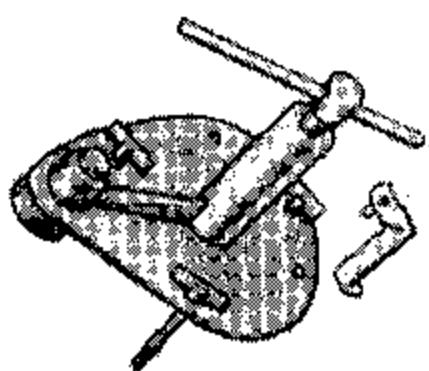

Рис. 2.11. Приспособление для распрессовки (запрессовки) коленчатого вала и разъединения половины картера
- ✓ при помощи специального приспособления (рис. 2.11) разъединить половины картера. Приспособление должно быть закреплено на правой половине картера с помощью трех винтов M5, которые через отверстия диаметром 6 мм в пилите приспособления ввинчиваются в отверстия для крепления генератора. Приспособление должно плотно прилегать к картеру и стоять без перекосов. Вращая нажимной винт при помощи воротка, снять правую половину картера. Нужно следить, чтобы не рассыпались ролики подшипника основной шестерни, если ведущая звездочка задней передачи снята;